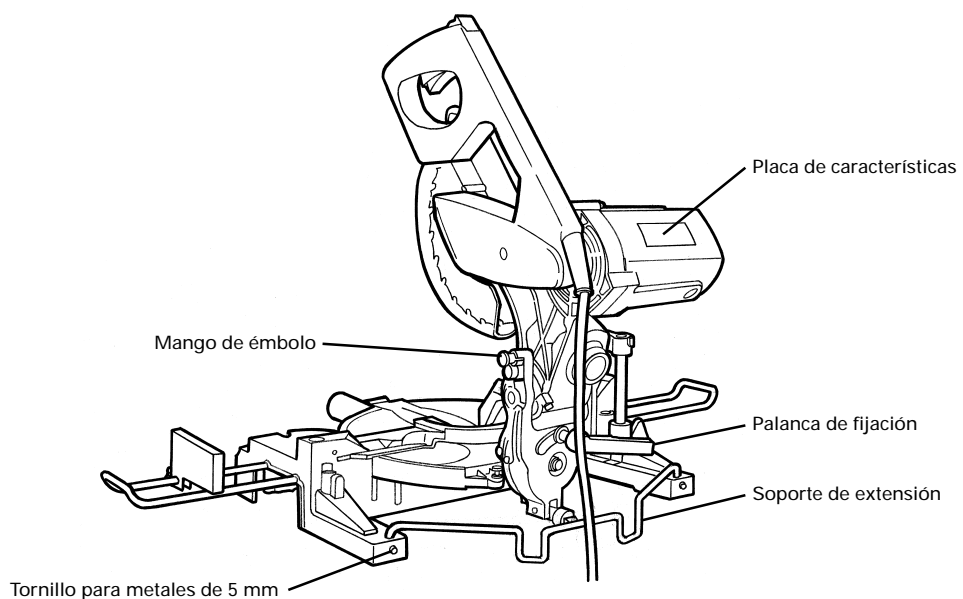

Fig. 2
El soporte de extensión fijado a la parte posterior de la base (véase Fig.2) ayudará a estabilizar la herramienta eléctrica.
(1) Inserte el soporte de extensión en el orificio de la base.
(2) Sujete los dos tornillos para metales de 5 mm y fije el soporte de extensión de la manera indicada en la Fig.2.